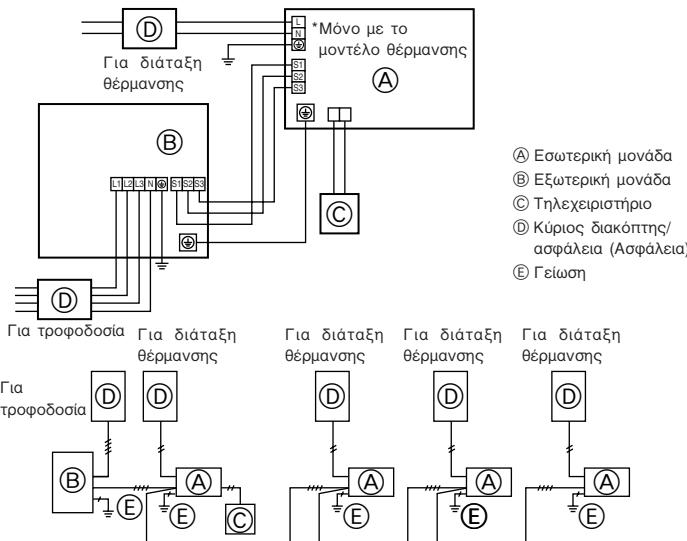
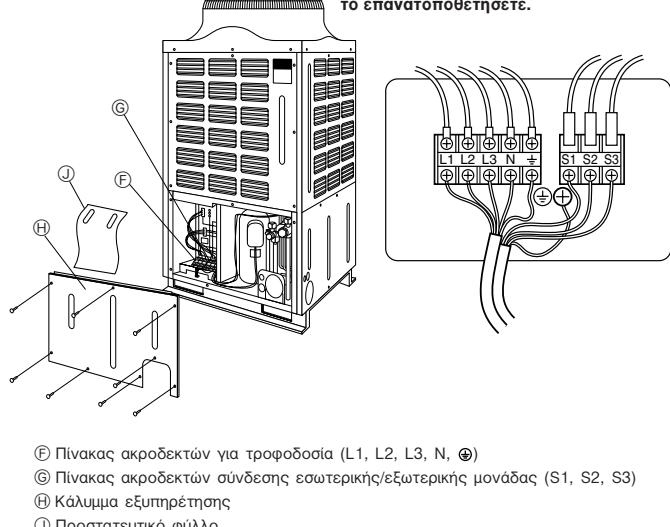

Fig. 7-1
Fig. 7-2
7.1. Εξωτερική μονάδα (Fig. 7-1, Fig. 7-2)